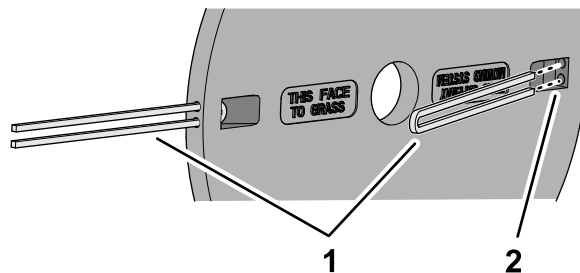

Figura 26
2. Sostituite gli impianti di taglio esistenti con un nuovo impianto di taglio con 2 lunghezze uguali come illustrato nella Figura 26